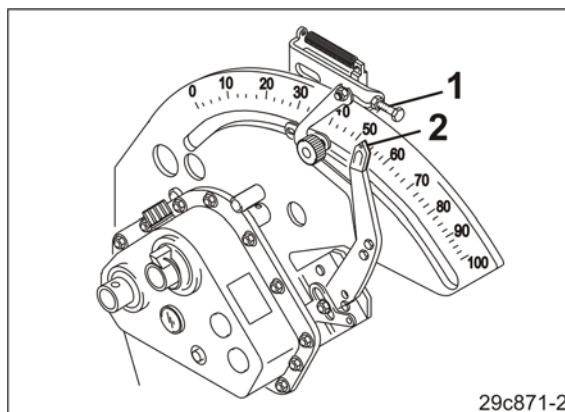

Fig. 156
3. Mit der Einstellschraube (Fig. 156/1) den Zeiger (Fig. 156/2) des Getriebehebels auf die gewünschte Getriebestellung für die erhöhte Aussaatmenge einstellen.
Einstellschraube (Fig. 156/1) herausdrehen:
Einstellschraube (Fig. 156/1) hineindrehen: